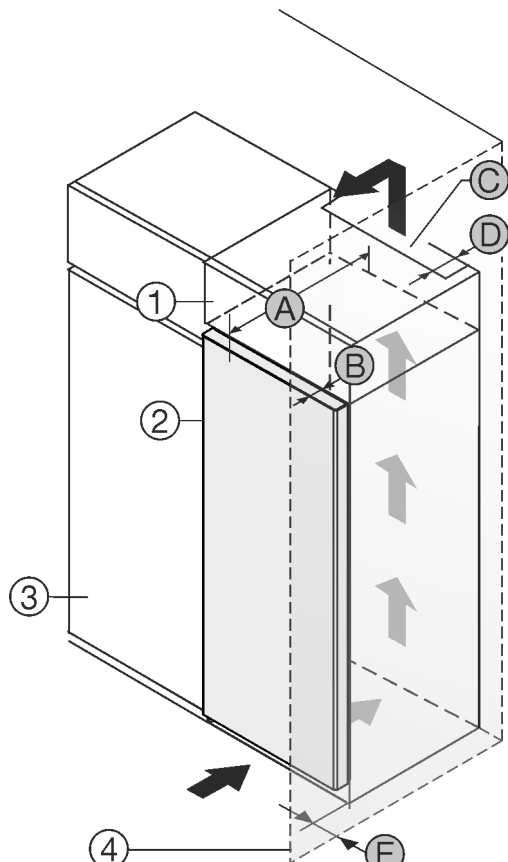

Fig. 1
Установите устройство непосредственно рядом с кухонным шкафом Fig. 1 (3)\*.
На задней стенке дополнительного шкафчика должен быть вентиляционный канал с глубиной Fig. 1 (D) по всей ширине этого шкафа.\*
Нужно соблюдать вентиляционное отверстие Fig. 1 (C) под нижней панелью.\*
Если устройство установлено на шарнирах у стены Fig. 1 (4), то расстояние между устройством и стеной должно быть не менее 13 мм.\*
Если устройство установлено на шарнирах у стены Fig. 1 (4), то расстояние между устройством и стеной должно быть не менее 57 мм. Настолько выступает ручка при открытой дверце.\*